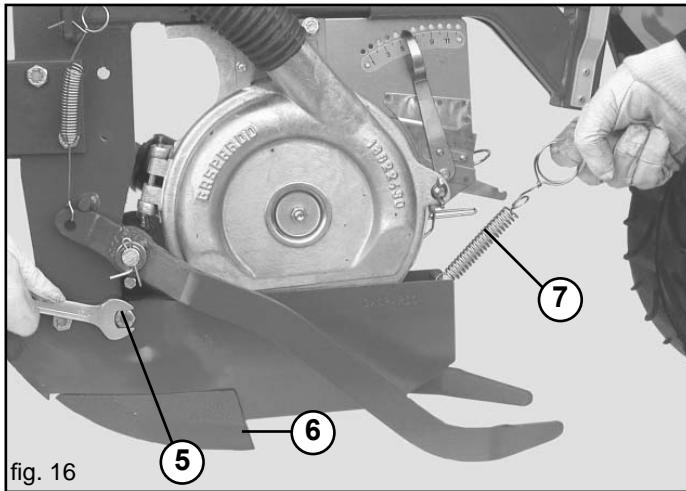

fig. 16
- 2) Se montata, togliere la vite antiribalzo (5, Fig. 16);
- 3) Sganciare l'assolcatore (6, Fig. 16) togliendo la molla (7);